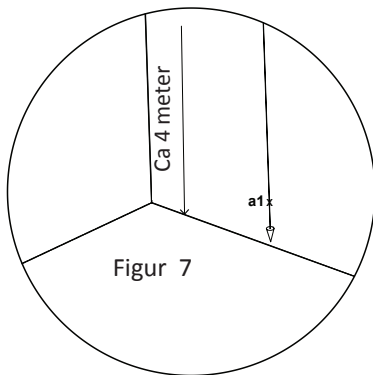

Figur 6
- 4) Vrid laserpasset moturs tills den lodräta strålens höger kant befinner sig nära **a1**. Markera en punkt **a2** på väggen i mitten av den lodräta strålen (se figur 6).